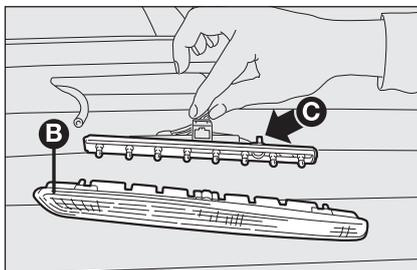

fig. 33
- extraiga el grupo transparente **B**-fig. 33 y desconecte el conector eléctrico;
- interviniendo en modo contrapuesto en las aletas **C**-fig. 33 extraiga el portalámparas;